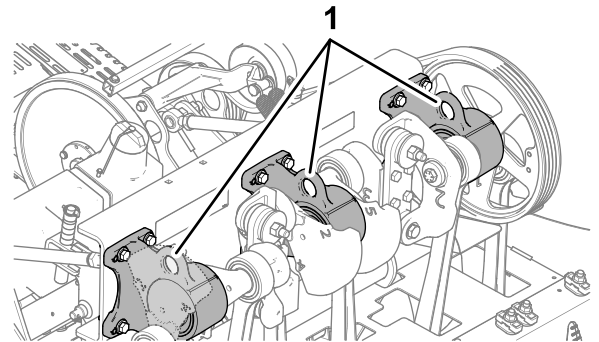

图 129
**注意** 如果可行请用起重机提起机器的后部。用打孔头轴承壳体上的孔眼作为起重机连接点 图 129。